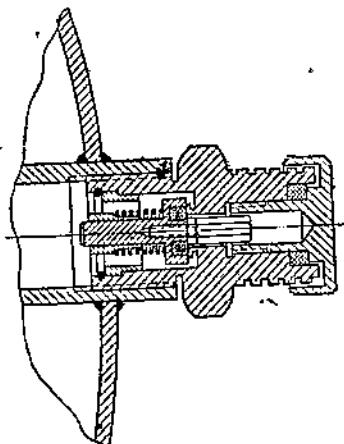
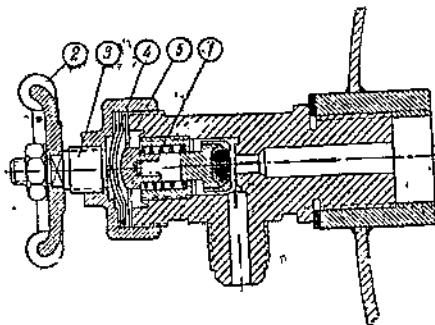
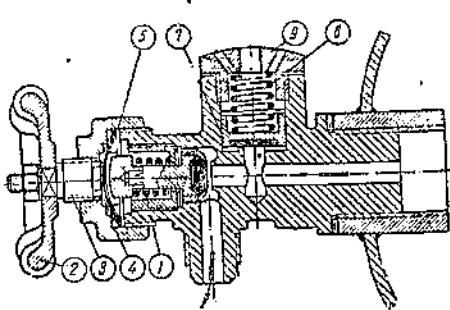

Рис. 11. Уравнительный клапан баллона
Рис. 12. Жидкостный расходный кран
Рис. 13. Схема парового расходного крана баллона
На рис. 11 показана схема уравнительного клапана. Конструкция его ясна из схемы без объяснений. Расходный жидкостный кран показан на рис. 12. Пружина (1) держит клапан крана открытым. Повертывая маховицю (2), мы через винт (3) давим на металлические мембранны (4) и, отжимая их, сжимаем пружину и закрываем клапан. При отвертывании винта (3) пружина (1) открывает клапан, выгибая мембранны в обратную сторону.
Паровой кран, показанный на рис. 13, устроен таким же образом. На этом рисунке аналогичные детали отмечены теми же номерами, как и на рис. 12. Однако, отличие парового крана от жидкостного состоит в наличии дополнительно смонтированного заодно целое с ним предохранительного клапана. Когда давление в баллоне превышает расчетное (16 атм), газ открывает клапан (7), преодолевая силу пружины (6), и через отверстие в крышке (9) выходит наружу.